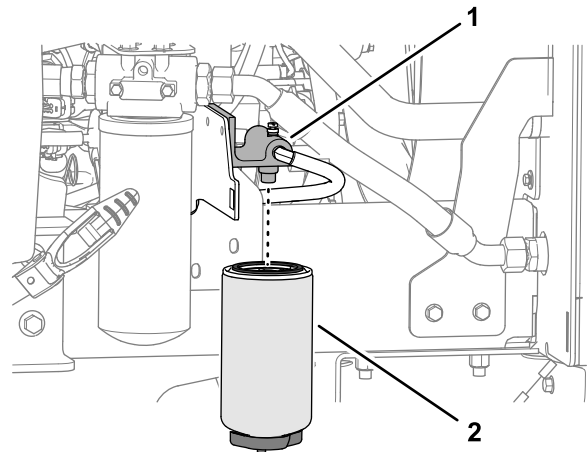

Figura 59
1. Coloque un recipiente limpio debajo del filtro de combustible (Figura 59).
3. Limpie la zona alrededor de la cabeza del filtro de combustible (Figura 59).
4. Retire el cartucho del filtro y limpie la cabeza del filtro (Figura 59).